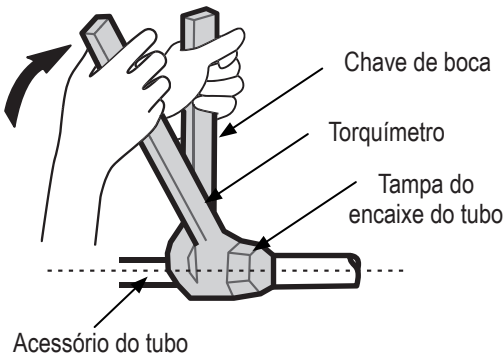

Figura 4.2
6. Use duas chaves ao instalar ou desmontar a tubulação: uma chave comum e um torquímetro. Consulte a Figura 4.2.